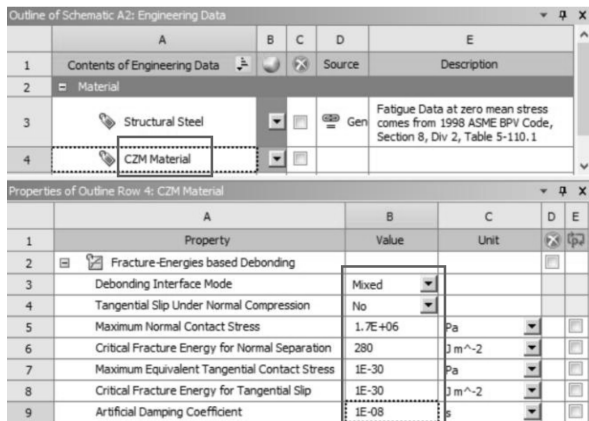

图 8-18 创建内聚力法材料
(1) 编辑工程数据单元：右键单击【Engineering Data】→【Edit】。
(2) 在工程数据属性中增加新内聚力法材料：【Outline of Schematic A2, B2: Engineering Data】→【Click here to add a new material】输入新材料名称 CZM Material。
(3) 在左侧单击【Cohesive Zone】展开→双击【Fracture-Energies based Debonding】→【Properties of Outline Row 4: CZM Material】→【Maximum Normal Contact Stress】= $1.12\text{E} + 06\text{Pa}$ ，【Critical Fracture Energy for Normal Separation】= 280J/m^2 ，【Maximum Equivalent Tangential Contact Stress】= $1\text{E} - 30\text{Pa}$ ，【Critical Fracture Energy for Tangential Slip】= $1\text{E} - 30\text{J/m}^2$ ，【Artificial Damping Coefficient】= $1\text{E} - 8\text{s}$ ，其他默认，如图 8-18 所示。